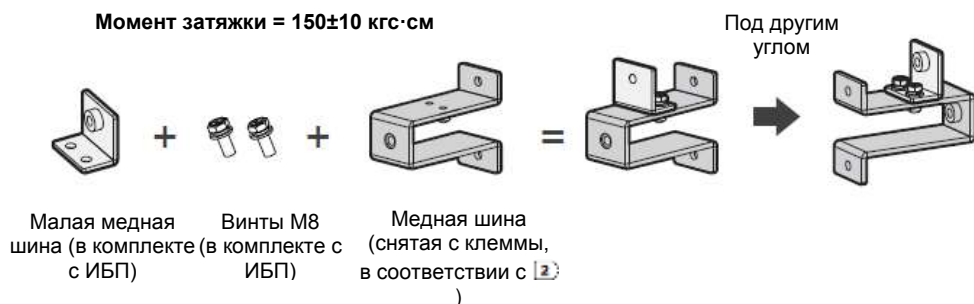

Рисунок 5-8: Крепление малой медной шины на снятую медную шину)
- 3) Достаньте из упаковки ИБП прилагаемые малые медные шины и винты М8 и закрепите их на четырех медных шинах, которые вы только что сняли (см. **Рисунок 5-8**). Список упаковки ИБП см. в разделе **2.2 Проверка упаковки**.